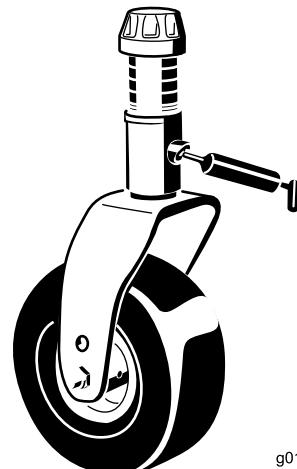

Рисунок 17
- Втулки валов вилок поворотных колес (4 места) (Рисунок 17)